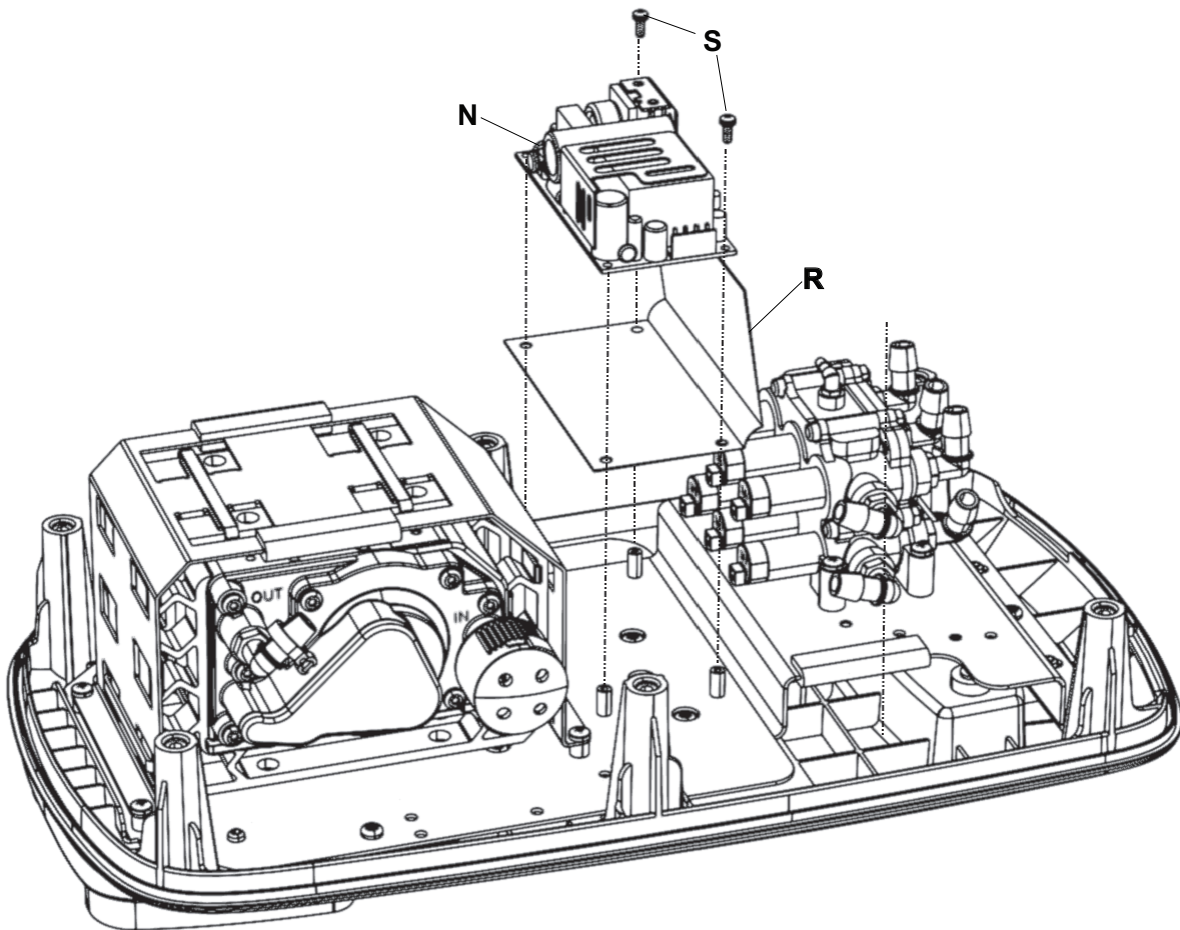

Figure 26 – Alimentation secteur
3. À l'aide d'un tournevis cruciforme n° 2, retirer les quatre vis (S) qui fixent le bloc d'alimentation (N) à la plaque de support principale (R) (Figure 26). Conserver les vis.
4. Retirer et jeter le bloc d'alimentation électrique (N) (Figure 26).